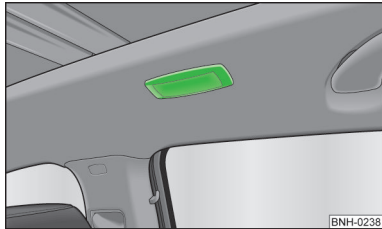

Abb. 42
**Innenleuchte hinten - Bewegung der Streuscheibe** » Abb. 42